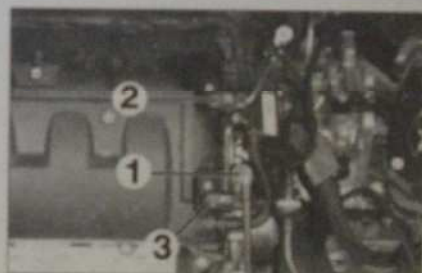

Fig. 70
- Désaccoupler et écarter le tuyau du circuit de vide (1) (Fig.70).
- les connecteurs des capteurs d'arbres à cames (2) et (3),